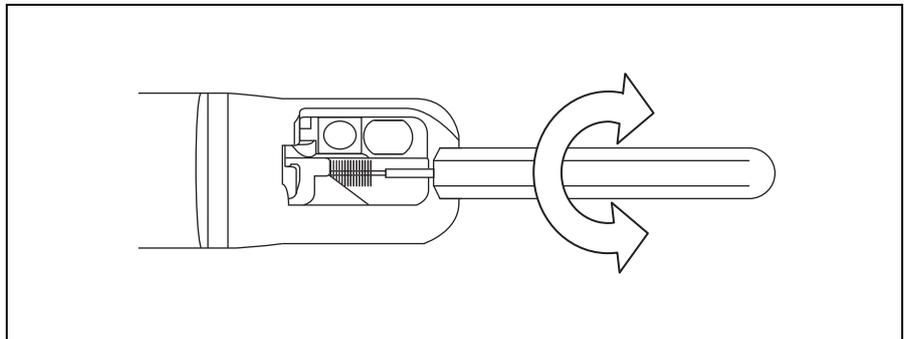

Figure 5.28
8. Tournez l'écouvillon inséré de trois tours en veillant à mettre en contact l'extrémité de l'écouvillon avec la partie arrière de l'érecteur (voir Figure 5.28), tout en conservant l'extrémité distale de l'endoscope immergée dans la solution détergente.